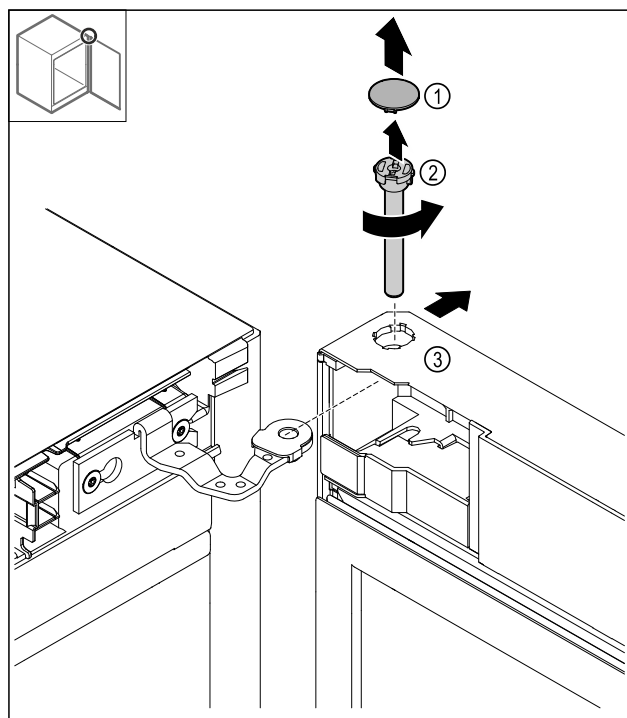

Fig. 13
- Abdeckung Fig. 13 (1) abnehmen.
- Bolzen Fig. 13 (2) gegen den Uhrzeigersinn lösen und herausziehen.
- Tür Fig. 13 (3) leicht kippen.